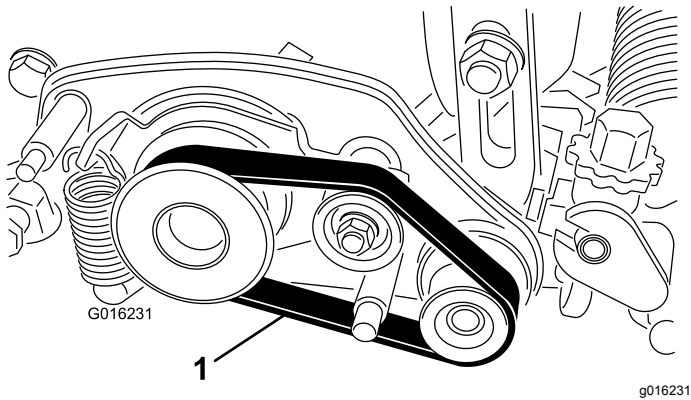

Bild 2
2. Nehmen Sie den Riemen von der Antriebsscheibe, der Spannscheibe und der angetriebenen Riemenscheibe ab (Bild 2).